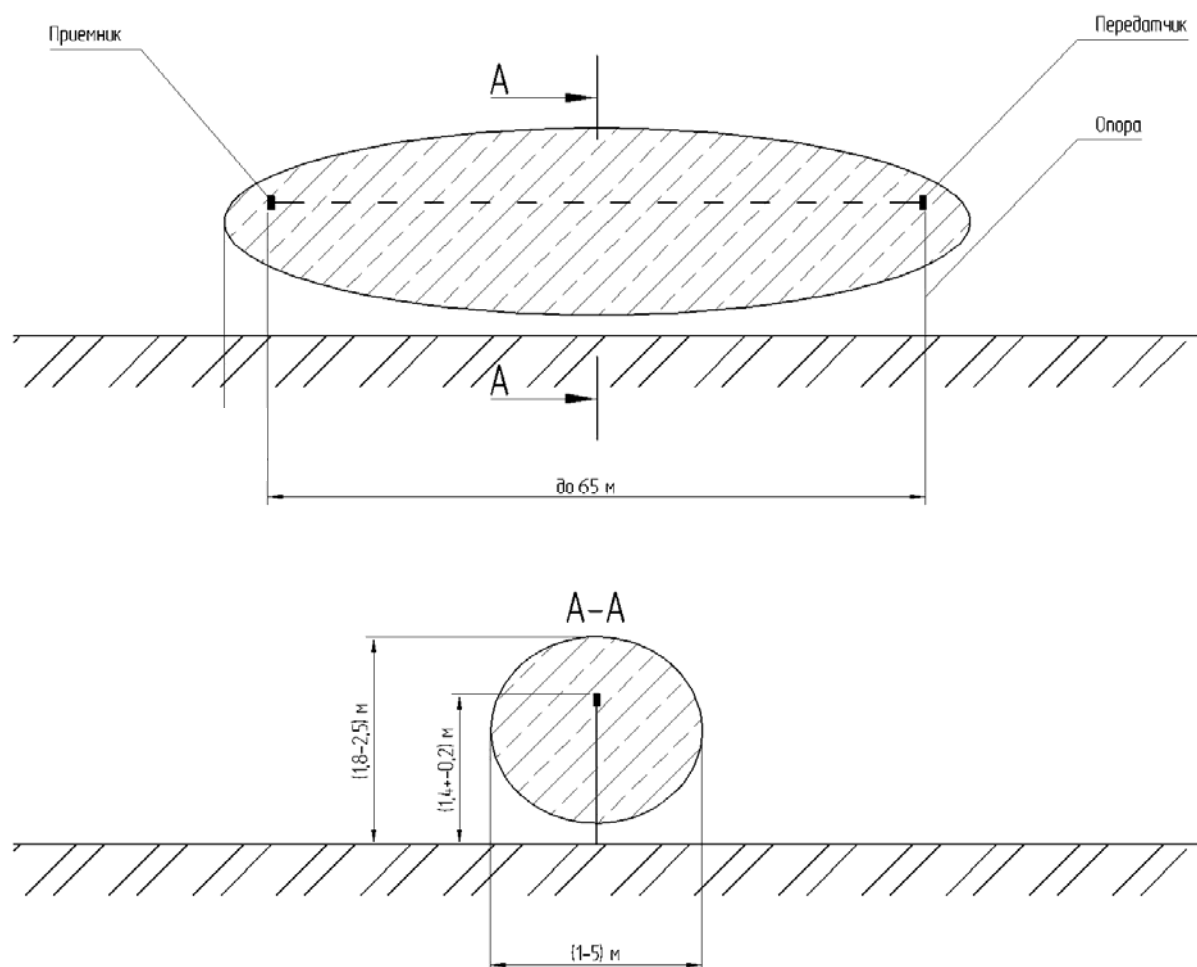

Рисунок 5.3. Конфигурация зоны обнаружения по человеку
- Закрепить приемник и передатчик извещателя на кронштейны (приемник и передатчик должны быть установлены навстречу друг другу рисунок 5.3). Допустимое взаимное отклонение осей приемника и передатчика по вертикали и горизонтали $\pm 15^\circ$. **Извещатель не требует специального оборудования для установки соосности приемника и передатчика.**